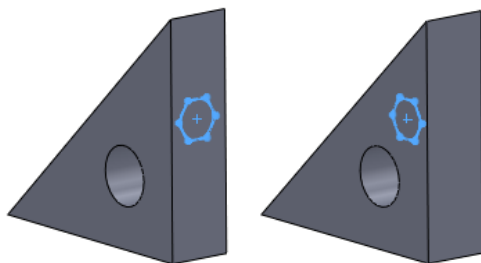

图 2-7 更改绘制草图基准面前后的草图
- 4) 单击“确定”按钮后, 更改了绘制草图的基准面, 如图 2-7 所示。